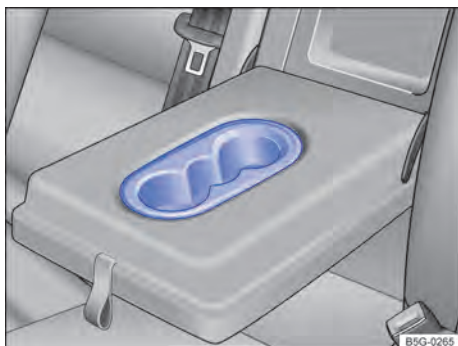

Fig. 12 No descansa-braço central traseiro: porta-copos.
- Para *abrir*, rebater o descansa-braço central para baixo → Fig. 12.